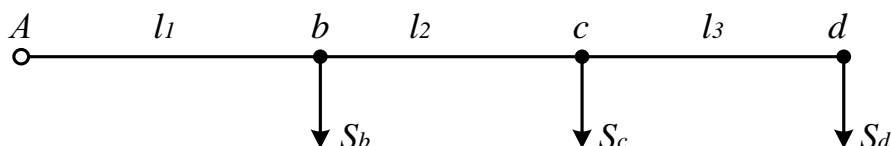

Рис. 1
3. Магистральная сеть с несколькими нагрузками выполнена воздушными линиями электропередачи, с расположением проводов на железобетонных опорах по вершинам равностороннего треугольника. Схема сети представлена на рис. 1. Требуется определить сечение проводов на участках сети по допустимой потере напряжения, равной 5%: